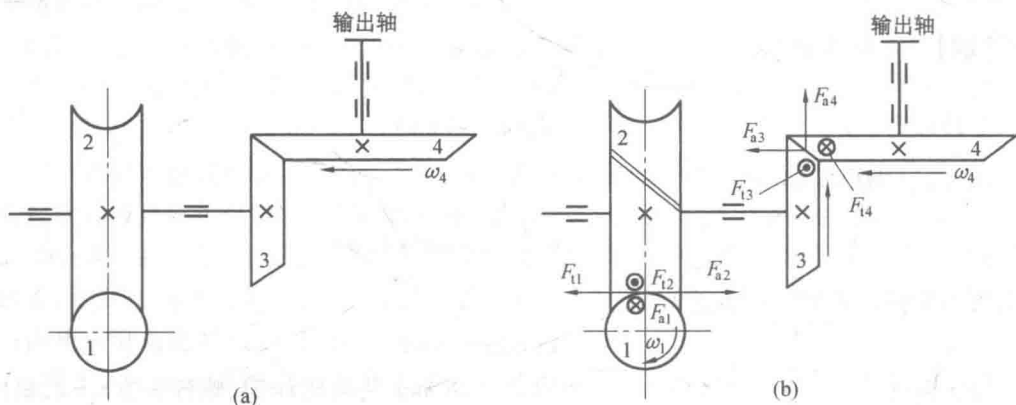

图 5.1
【例 5.7】 如图 5.1(a) 所示为蜗杆传动和圆锥齿轮传动的组合。已知输出轴上的锥齿轮 4 的转向 ω_4 , 要求:
(2) 各轮所受轴向力和圆周力的方向如图 5.1(b) 所示。